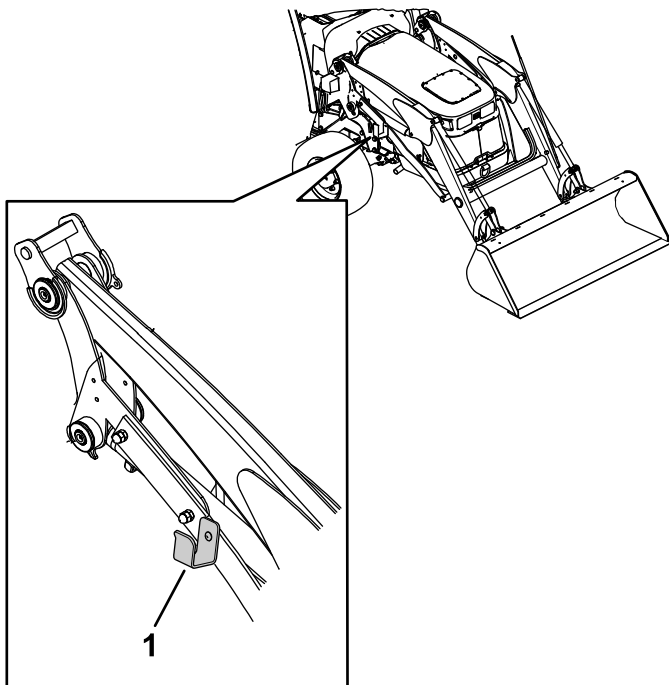

Рисунок 49
8. Поместите пучок шлангов на пластину для хранения шлангов (Рисунок 49).